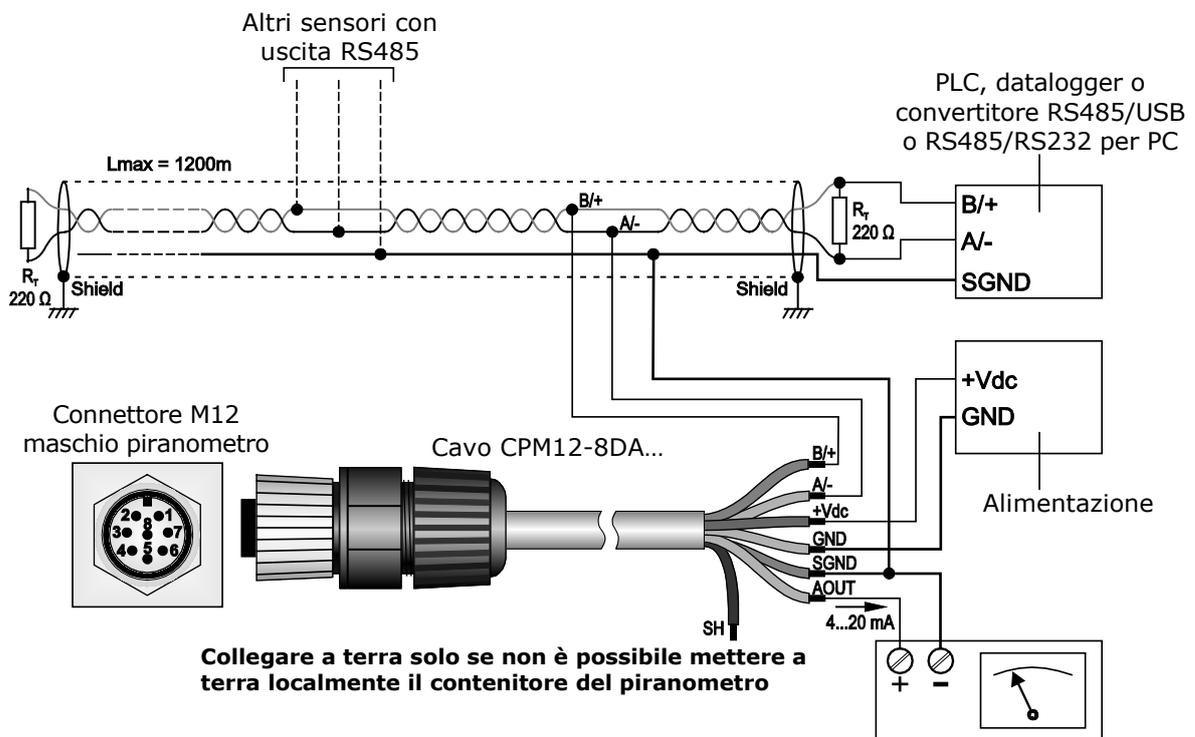

Fig. 4.6: connessioni LPPYRA03ACS[4]
- Un'uscita **4...20 mA**, che richiede alimentazione esterna **10...30 Vdc**. Va connessa a un alimentatore e a uno strumento con ingresso 4...20 mA secondo lo schema in fig. 4.6. La resistenza di carico dello strumento di lettura del segnale deve essere $\leq 500 \Omega$.
- Un'uscita **RS485 Modbus-RTU**, che richiede alimentazione esterna **5...30 Vdc**. Va connessa a un alimentatore e a un PLC, a un datalogger o a un convertitore RS485/USB o RS485/RS232 per PC secondo lo schema in fig. 4.6. L'uscita RS485 non è isolata.